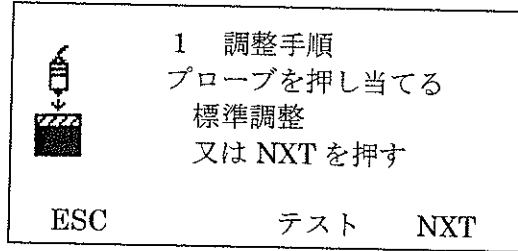

図 26 ステップ 1 - 厚さ標準での調整
1. プローブを素材から離してCAL のソフトキーを押します (図 26)